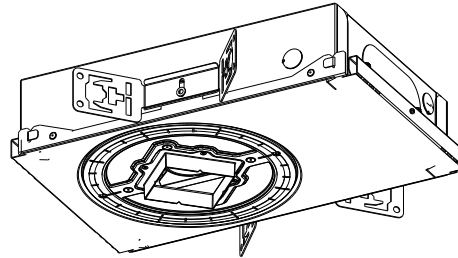

Fig. 7
- c. Doble ambos lados hacia afuera hasta la distancia requerida para su método de montaje (consulte la Fig. 7).